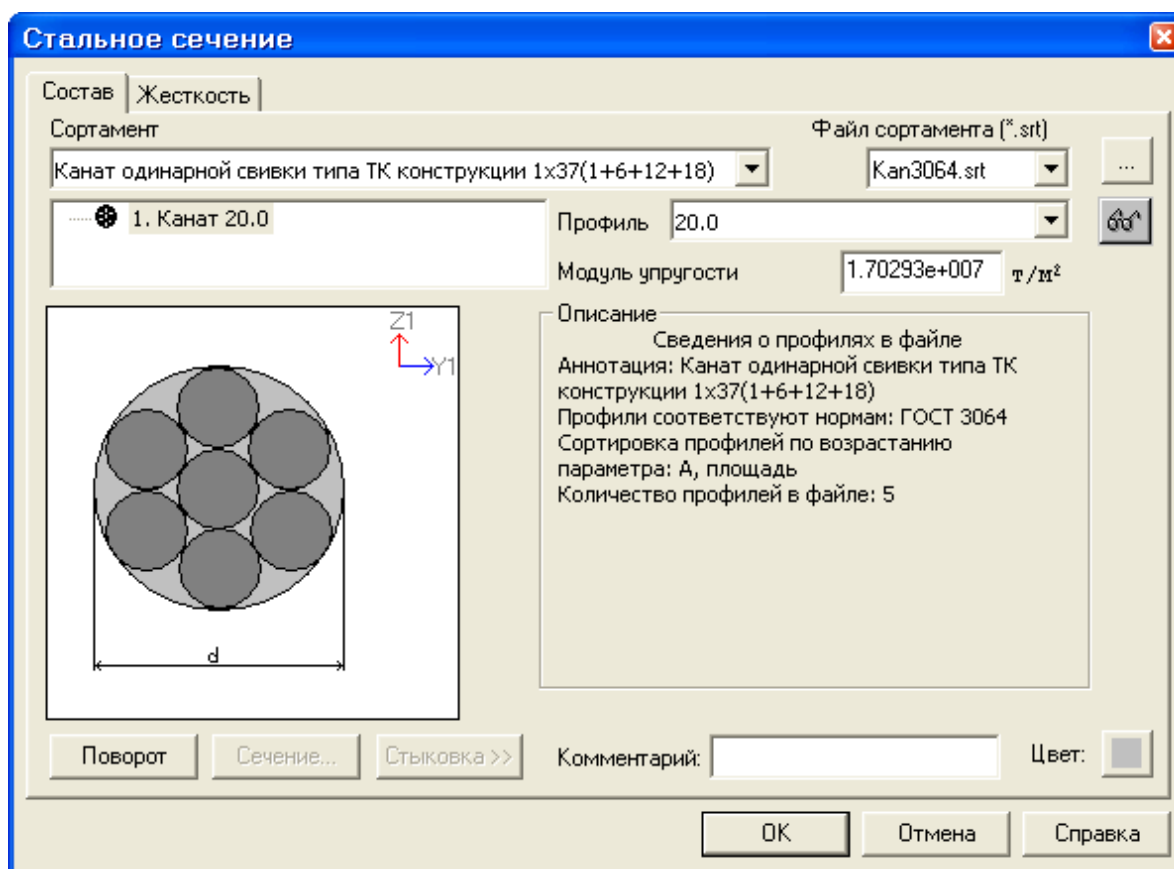

Рис.8.13. Диалоговое окно Стальное сечение
- В появившемся диалоговом окне **Стальное сечение** (рис.8.13) задайте параметры сечения **Канат**: